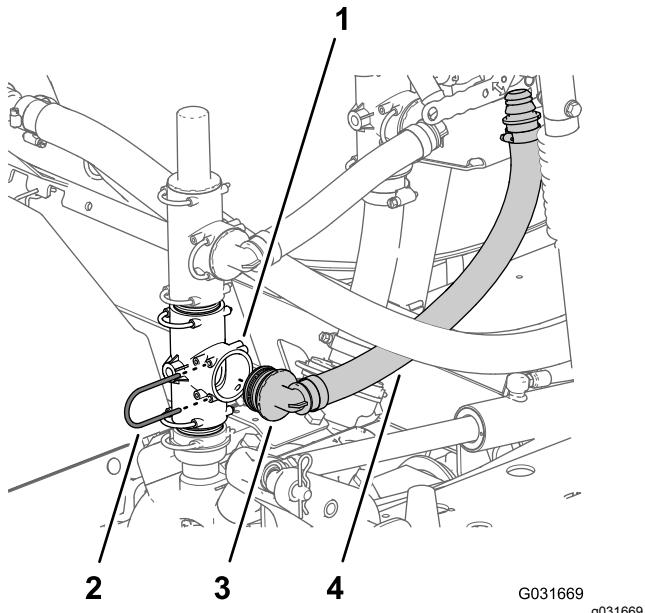

Figura 225
- Alinee el otro acoplamiento de 90° del conjunto de manguera de suministro (Pieza Toro N° 131-9648) con el orificio abierto del acoplamiento en T en la bomba del fumigador e inserte el acoplamiento de 90° hasta que quede asentado en el acoplamiento en T (Figura 225).
de retención (Figura 225) que retiró en el paso 1 de Colocación de la válvula de alivio de presión \(página 102\).